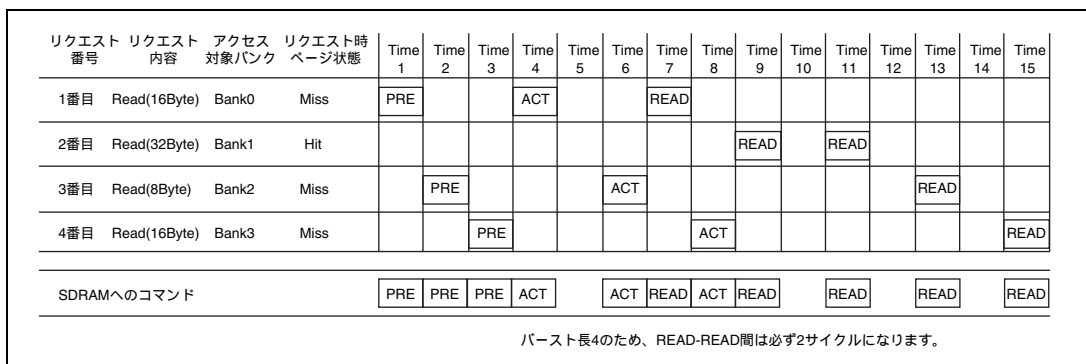

図 15.5 先行プリチャージ/アクティベート処理の例
(2) 先行プリチャージ/アクティベート処理
DBSC は、SDRAM のマルチバンク機能を生かし、SDRAM コマンドの空きサイクルをできるだけなくしバスの利用効率を上げるため、後続のリクエストキューのページミス処理に対応する PRE/ACT コマンドを先行して発行します。先行するのは PRE/ACT コマンドのみですので、リードライトの順番が崩れることはありません。先行 PRE/ACT コマンドを発行するのは、後続リクエストが (1) ページミスかつ (2) 現在処理中のリクエストと異なったバンクへのアクセスの場合に限られます。先行プリチャージ/アクティベート処理の実行例を図 15.5 に示します。この例では、外部バス幅が 32 ビットで、PRE-ACT 最小時間制約が 3 サイクル、ACT-READ/WRITE 最小時間制約が 3 サイクル、ACT(A) - ACT(B)最小時間制約が 2 サイクルのとき、SDRAM に対するコマンド発行がどのように行われているかを示しています。この例では、1 番目から 4 番目までリクエストが積まれており 1 番目が最初にキューに与えられたリクエストです。